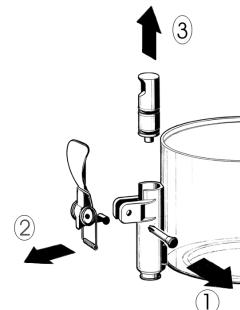

Bild 1
3 Den Hahn in der angegebenen Reihenfolge zerlegen (siehe Abbildung 1).
- 3** Den Hahn an den Behälter anbauen; dabei mit Bezug auf die Zerlegung in der umgekehrten Reihenfolge vorgehen (siehe Abbildung 1).